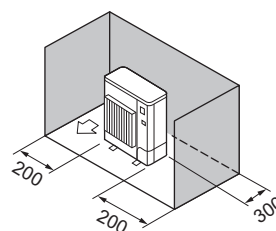

Fig. 2-9
- (3) Enbart hinder på baksidan och sidorna (Fig. 2-9)